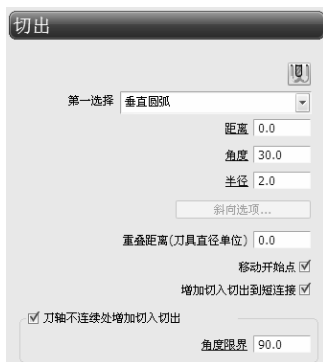

图 3-117 “切出”选项卡
2) 选择“切出”选项，选择“垂直圆弧”切入方式，设置“距离”为 0.0，“角度”为 30.0，“半径”为 2.0，如图 3-117 所示。